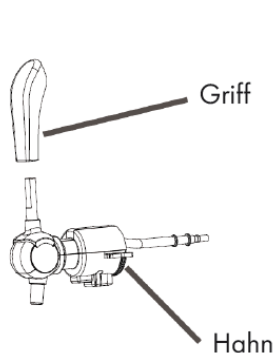

Abbildung 6
2. Installieren Sie den Zapfhebel, verbinden Sie diesen mit dem Hahn, stellen Sie sicher, dass beide Enden an einander perfekt angepasst sind (Siehe die Abbildung 6)